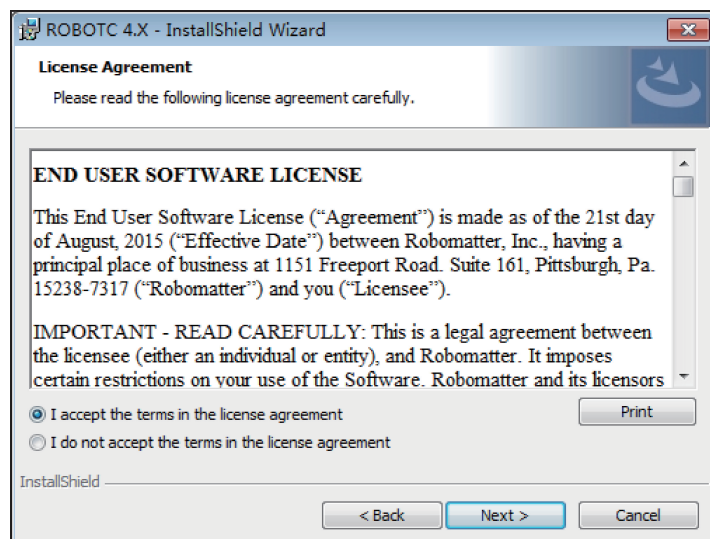

图 1-3
(3) 在用户协议中选“I accept the terms in the license agreement”,然后单击“Next”按钮进入下一步,如图 1-3 所示。